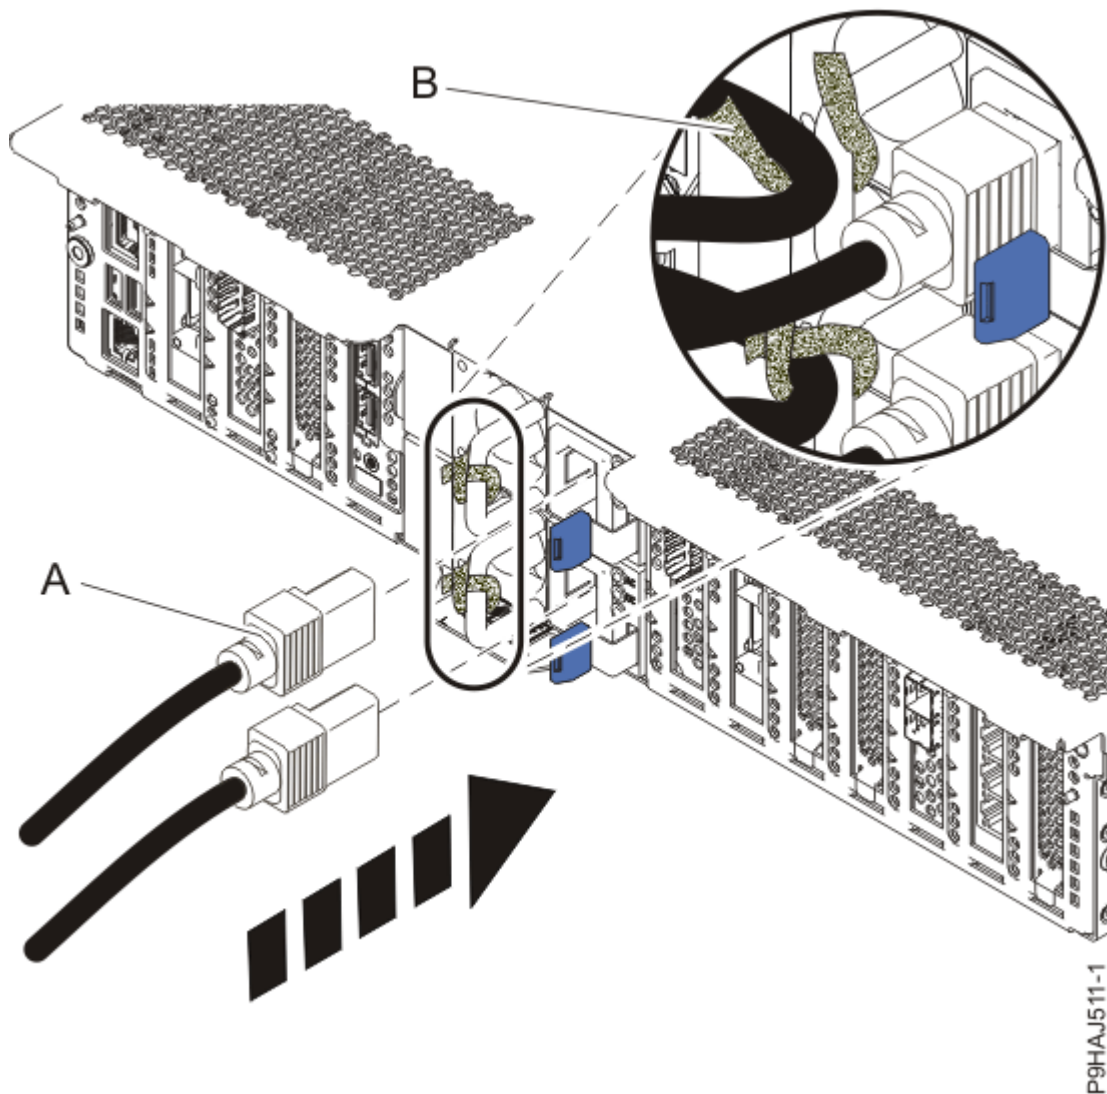

Figura 10. Conexión de los cables de alimentación
6. Mediante las etiquetas, vuelva a conectar los cables de alimentación **(A)** a la unidad del sistema. Sujete los cables de alimentación al sistema utilizando los mecanismos de sujeción **(B)** tal como se muestra en la Figura 10 en la página 13.